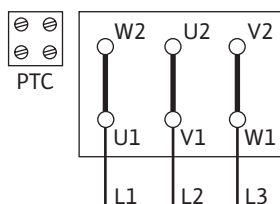
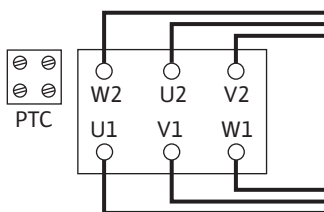

Fig. 5: Y-Δ-start
Fig. 6: Δ-schakeling
- De netaansluiting is afhankelijk van het motorvermogen P2, de netspanning en het inschakeltype. De vereiste schakeling van de verbindingsbruggen in de klemmenkast vindt u in de volgende tabel en Fig. 5 en Fig. 6.
Y-Δ-start (standaard)	Verbindingsbruggen verwijderen (Fig. 5).
Start via softstarter	Δ-schakeling (Fig. 6)